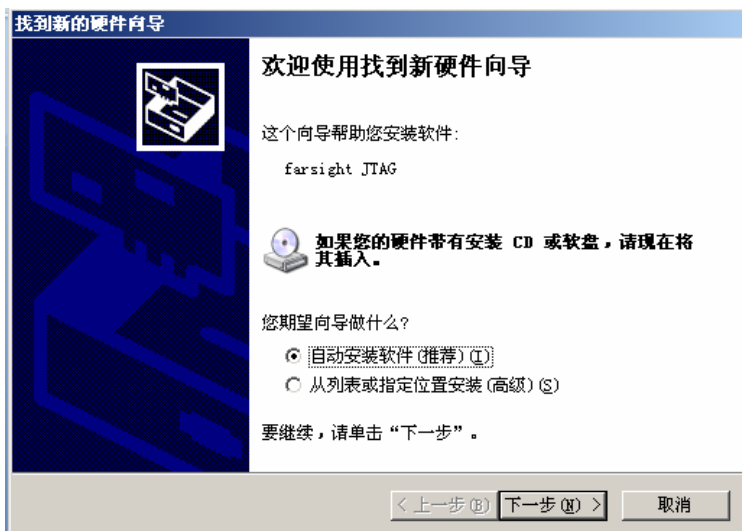

图 5-5 安装驱动界面
- (1) 安装 gcc 编译工具: yagarto-bu-2.21\_gcc-4.6.2-c-c++\_nl-1.19.0\_gdb-7.3.1\_eabi\_20111119.exe。
- (2) 安装 tools 工具: yagarto-tools-20100703-setup.exe。
- (3) 安装 FS-JTAG 工具: Setup.exe。
- (4) 安装 jre-6u7-windows-i586-p-s.exe。
- (5) 解压 Eclipse 压缩包。
- (6) 安装 FS-JTAG 驱动: 把 FS-JTAG 接入计算机 USB 口, 会提示发现新硬件 (如图 5-5 所示), 选择从列表或指定位置安装, 然后单击“下一步”按钮。